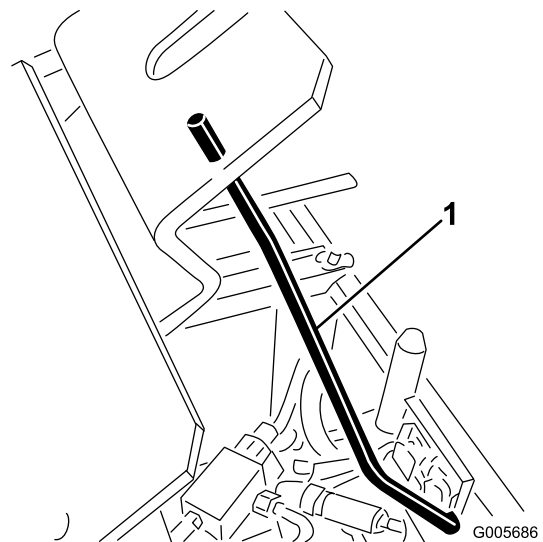

Figura 10
- 4. Sujete el asiento con la varilla de soporte (Figura 10).
6. Sujete el asiento con la varilla de soporte (Figura 10).